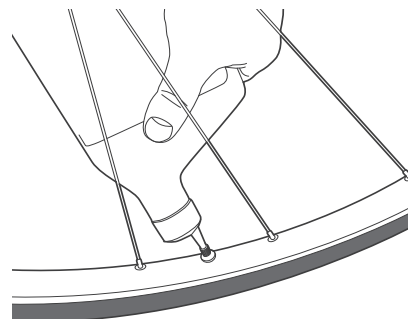

Figura 25. Versare il sigillante attraverso la valvola.
4. Versare il sigillante attraverso la valvola (Figura 25). Controllare la quantità corretta sulla confezione del sigillante.